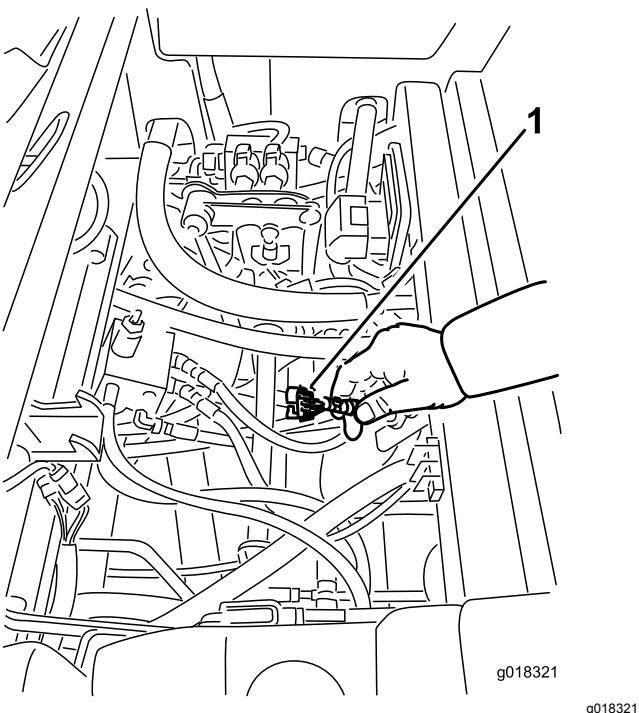

Figura 20
3. Localize os fios e os conectores junto ao controlador (Figura 20).